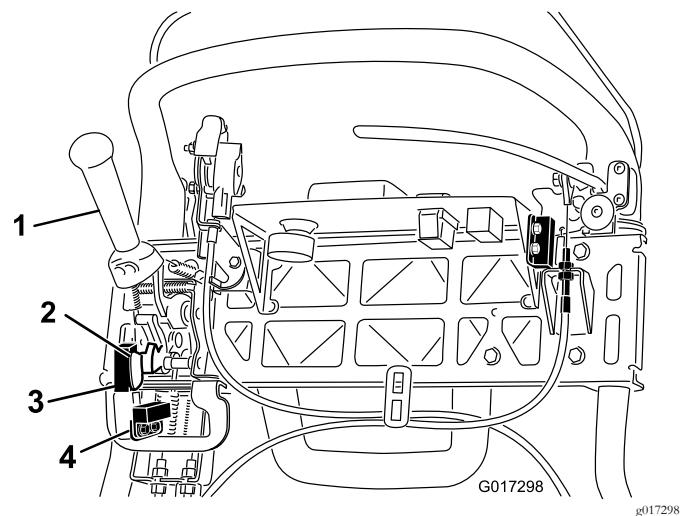

図 44
4. インタロックスイッチを固定しているねじをゆるめる図 44。
5. 行走レバーとインタロックスイッチとの間に厚さ 1.6mm のすきまゲージをはさむ図 44。
4. 戻り込みセンサー取り付けねじをゆるめる図 44。
5. 戻り込みセンサーフラッグとセンサーとの間に厚さ 1.6mm のシムをはさむ図 44。